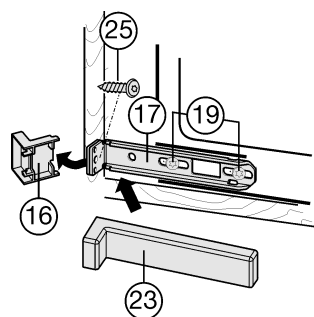

Fig. 18
- Schroeven Fig. 18 (19) iets losdraaien.
- Onderste bevestigingshoek Fig. 18 (17) met spaanderplaatschroef Fig. 18 (25) $\varnothing 4 \times 19$ aan de meubelwand vastdraaien.
- Het uitstekende uiteinde van de afdekking Fig. 18 (16) afbreken. Dit is niet meer nodig.
- Schroeven Fig. 18 (19) aandraaien.
- Afdekking Fig. 18 (23) op de onderste bevestigingshoek Fig. 18 (17) plaatsen.